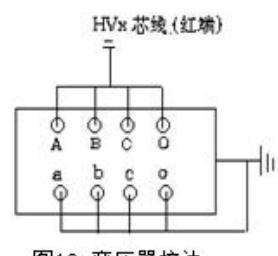
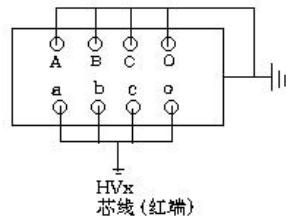

图13 变压器接法
图14 变压器接法
A.接线见图 13
(3) 二次绕组对一次绕组及地
A.接线见图 14